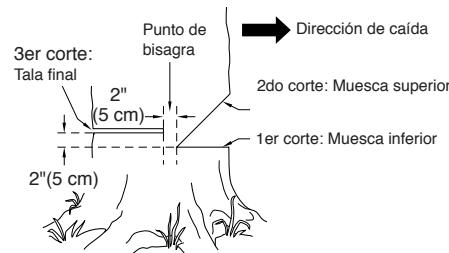

Figura 12 - Tala de un árbol
La preparación correcta de una muesca determinará la dirección en que caerá el árbol. Corte la muesca del lado del árbol correspondiente a la dirección en la cual desea que éste caiga (vea la Figura 12). Siga las instrucciones a continuación para cortar la muesca.
1. Haga el corte inferior de la muesca tan cerca del suelo como sea posible. Sujete la sierra de modo que la barra de guía se encuentre en posición horizontal. Corte a través del tronco del árbol hasta atravesar 1/3 de su diámetro (vea la Figura 12). **Nota:** Haga siempre este corte inferior horizontal en primer lugar. Si lo hace en segundo lugar, el árbol puede presionar la cadena o la barra de guía.
2. Comience el corte superior de la muesca a una distancia del corte inferior igual a la profundidad de éste. **Por ejemplo:** Si el corte inferior tiene una profundidad de 20 cm, comience el corte superior 20 cm por encima de aquél. Corte en dirección hacia abajo y a un ángulo de 45°. El corte superior de la muesca debe llegar y unirse al punto final del corte inferior (vea la Figura 12).
1. Haga el corte de tala final 5 cm por encima del corte inferior de la muesca y sobre el lado opuesto del árbol (vea la Figura 12). Mantenga el corte de tala final paralelo al corte inferior de la muesca.
**ADVERTENCIA:** No atraviese el árbol completamente. Deje alrededor de cinco centímetros de diámetro sin cortar, directamente detrás de la muesca (vea la Figura 12). Esta porción sin cortar funciona a manera de bisagra. La bisagra ayuda a evitar que el árbol se tuerza y caiga en la dirección equivocada.